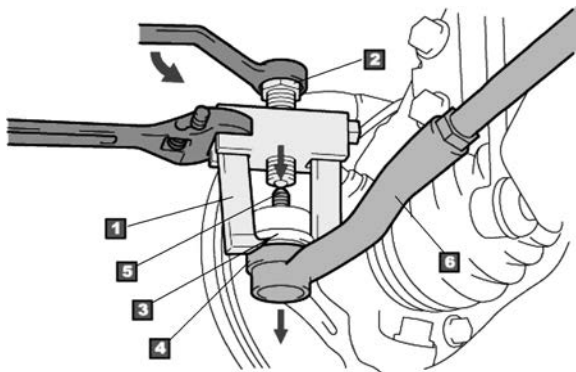

图 1-1-5 拆卸器拆卸横拉杆球接头
(2) 用拆卸器：固定拆卸器使其不倾斜，卡爪和螺栓左右对称→转动螺栓固定以免卡爪张开→用可调扳手夹住拆卸器，紧固中间螺栓便可拆卸分离。图1-1-5为用拆卸器拆卸横拉杆球接头。
(3) 用SST和液压机：通过用SST紧固并顶住部件，然后用液压机把SST压进来拆卸分离部件。